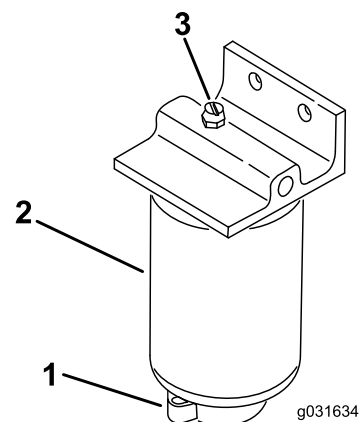

Figura 50
2. Liberte a válvula de escoamento que se encontra na zona inferior do filtro (Figura 50).
1. Limpe a zona de montagem do filtro (Figura 50).